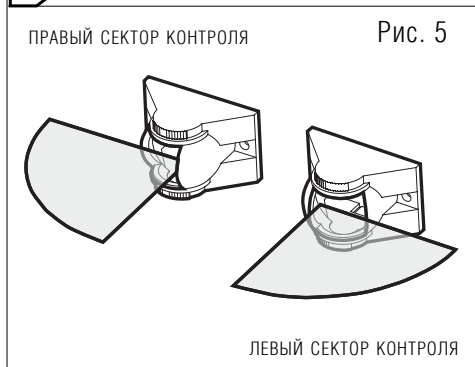

Рис. 5
- Выборить сектор контроля извещателя (рис. 5), разметить отверстия под крепеж, при необходимости вскрыть канал для провода, собрать кронштейн (рис. 6)